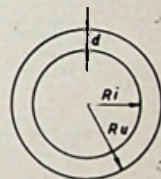

Fig. 14
b) De capaciteit van twee concentrische bollen met stralen van resp. R_u en R_i (fig. 14) is